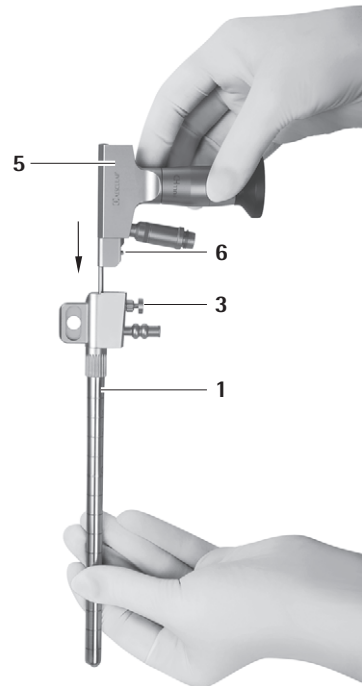

Fig. 2
- ▶ Fastså endoskopet **5** i MINOP InVent-trokaren **1**, se Fig. 2.